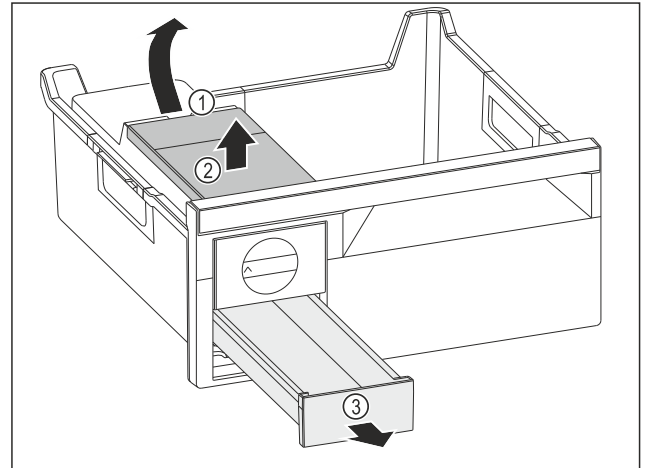

Fig. 76
- ▶ Wassertank entnehmen: Wassertank an der Aussparung Fig. 76 (1) anheben.
- ▶ Wassertank Fig. 76 (2) nach oben entnehmen.
- ▶ Eiswürfelschubfach Fig. 76 (3) nach vorne entnehmen.